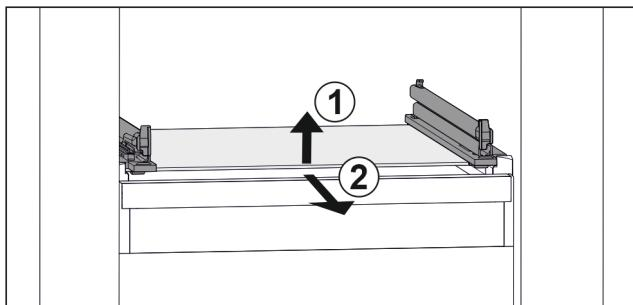

Fig. 71 Приблизне відображення скляної пластини
- Підняти скляну пластину спереду. Fig. 71 (1)
- Вийняти скляну пластину рухом вперед. Fig. 71 (2)